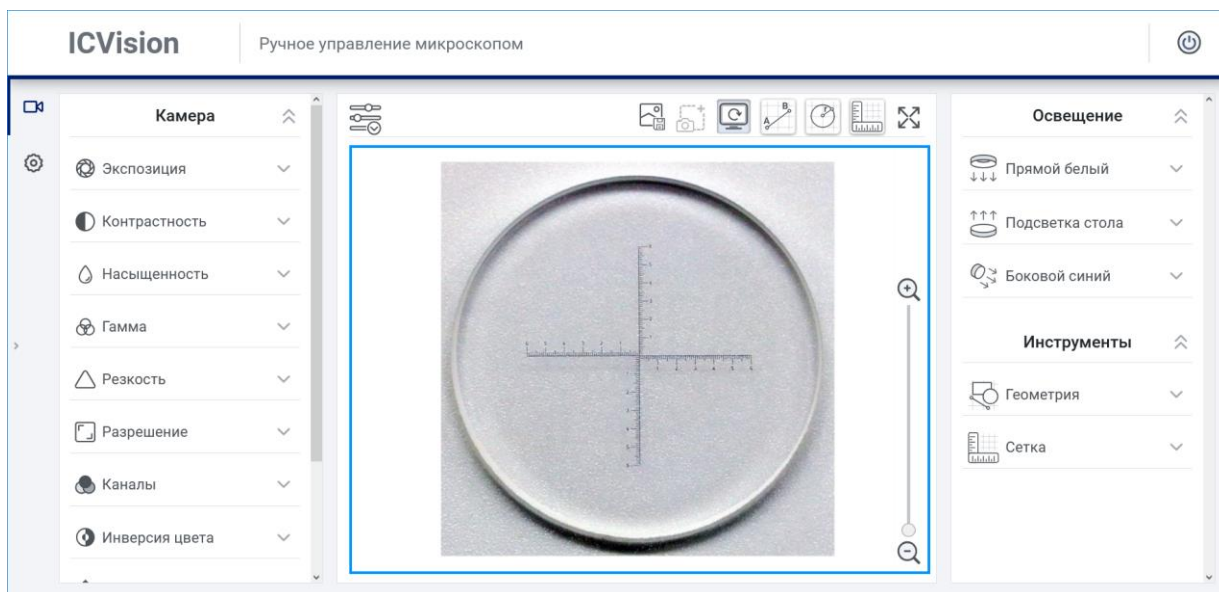

Рисунок 12 – Передача изображения с камеры ICVision
2.2.4.19 Проверьте, что изображение, захваченное камерой ПАК ICVision, корректно выводится в центральной части интерфейса web приложения (см. Рисунок 12).